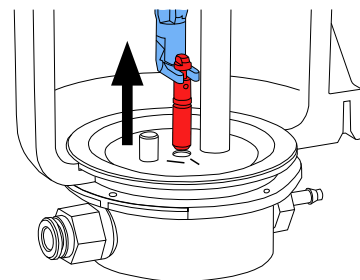

図 16
- ⇒ 流入ノズルを工具でしっかりと保持して、上に引っ張って下さい（図 16）。